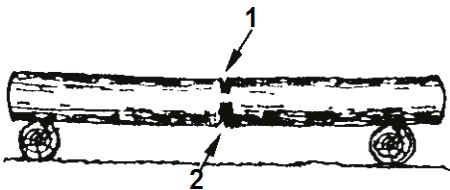

Рис.14
1. Бревно лежит на двух опорах (Рис.14). Разгрузочный пропил (1) на 1/3 бревна делается сверху. Основной пропил (2) делается снизу навстречу разгрузочному пропилу.